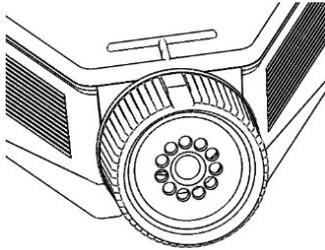

Bild 1: Filter-Schraubkappe vollständig geschlossen.
- Verschliessen Sie die Filter-Schraubkappe mit Belüftungslöcher (Bild 1). Durch die integrierte hydrophobe 0,22 µm Membran findet ein kontinuierlicher Gasaustausch statt. Wenn die Membran nass wird, ist der Gasaustausch für einen kurzen Zeitraum auf ein Minimum reduziert.